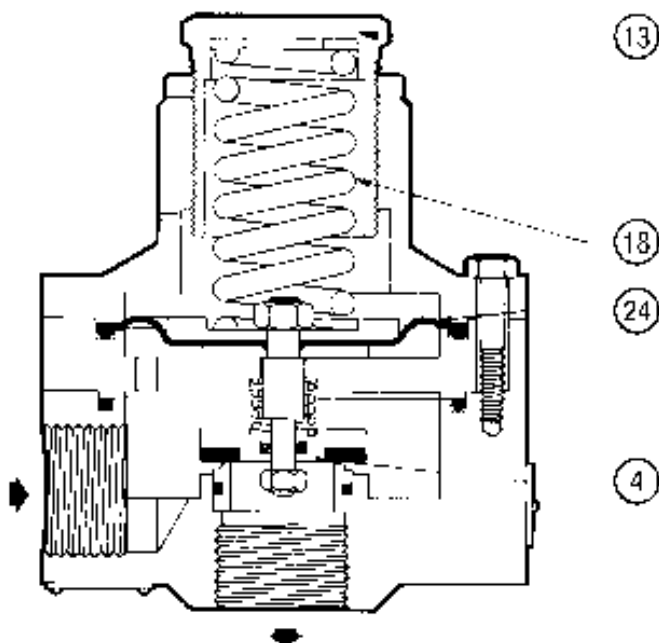

Fig. 4
Ovviamente la quantità di gas scaricata dipende dall'entità della sovrappressione rispetto alla taratura. I diversi modelli di valvole di sfioro disponibili si basano tutti sullo stesso principio di funzionamento, che viene in seguito illustrato facendo riferimento alla valvola VS/AM 56 (fig. 4).
*Obviously the quantity of gas released depends on the extent of the overpressure with respect to the set-point. The different models of relief valve available are all based on the same operating principle which is illustrated below with reference to the valve VS/AM 56 (fig. 4). It is based on the contrast between the thrust on the diaphragm 24 deriving from the pressure of the gas to control and the thrust from the setting spring 18. The weight of the mobile assembly, the static thrust and the residual dynamic thrust on the obturator 4 also contribute to this contrast.*